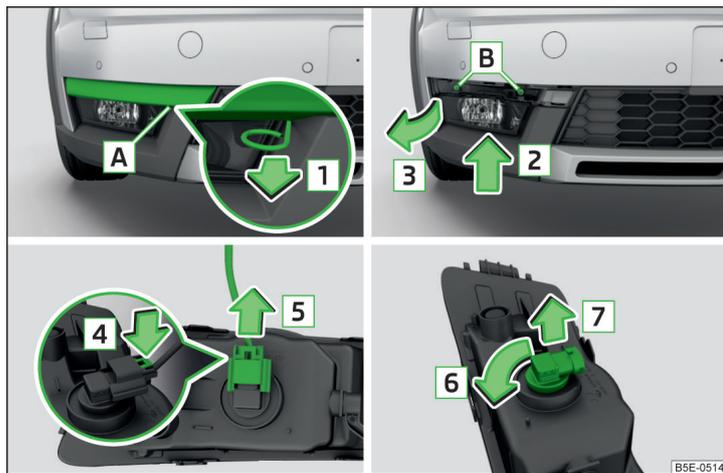

Abb. 241 Nebelscheinwerfer ausbauen / Glühlampe wechseln - Variante 2
- › In die Öffnung **A** » Abb. 241 den Bügel zum Abziehen der Radvollblenden » Seite 217, Bordwerkzeug einführen.
- › Den Nebelscheinwerfer entgegen der Pfeilrichtung **3** » Abb. 241 einsetzen und festschrauben.